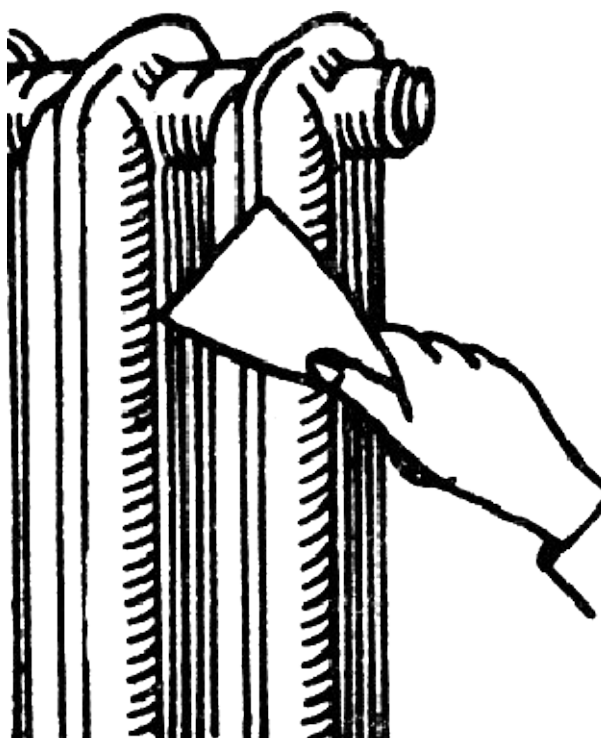

Рис.6.
**Очистка металлических поверхностей (стальная щетка, стальной шпатель, лестница-стремянка; рис.6, 7). Маляр, работая шпателем как скребком, легкими скользящими ударами снимает с металлических поверхностей отвердевшие брызги раствора и окалину.**